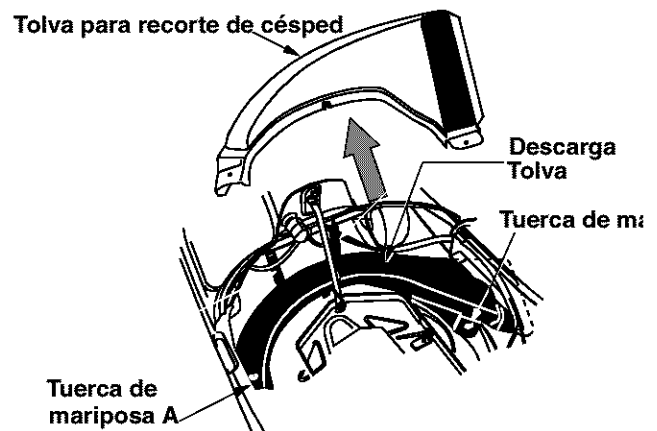

Figura 4
- Retire las dos palometas (A y B en Figura 4) de los dos extremos de la tolva para descarga de recorte.